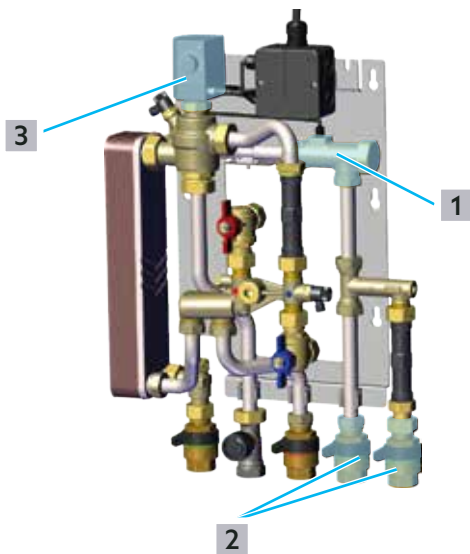

Abb. 20: Volumenstromsensor prüfen und reinigen
- ▶ Schließen Sie einfach zu ermittelnde Ursachen aus, z. B. spannungsloser Stellantrieb (siehe Abb. 20 auf Seite 30 (3)) oder fehlender Kontakt der Signalleitung des Volumenstromsensors.
- ▶ Prüfen Sie den Volumenstromsensor (1) auf Verunreinigungen, indem Sie Trinkwasser zapfen und die Leuchtanzeige am Stellantrieb beobachten:
- 1 Schließen Sie die Keramikscheibenventile Kaltwasser-Zulauf und Kaltwasser-Ausgang (siehe Abb. 20 auf Seite 30 (2)) im Trinkwasserkreis.